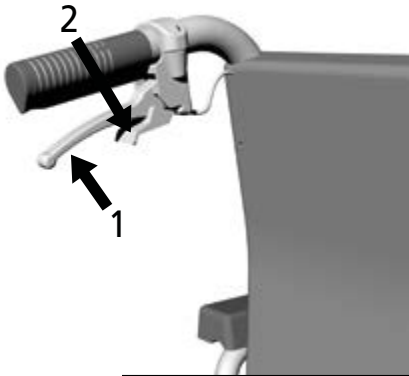

Abb. 14
Ziehen Sie gleichmäßig an beiden Bremshebeln (1, Abb. 14).
2. Drücken Sie die Sperrklinken von sich weg, bis sie einrasten (2, Abb. 14). Die Trommelbremse ist nun arretiert.